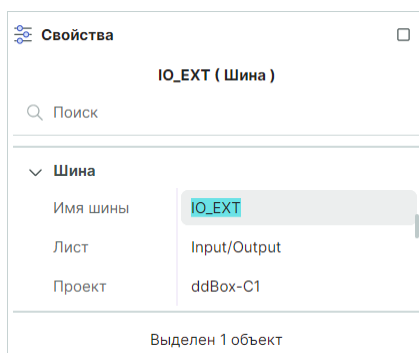

Рис. 122 Переименование шины из панели «Свойства»
- В пункте «Имя шины» на панели «Свойства», см. Рис. 122.